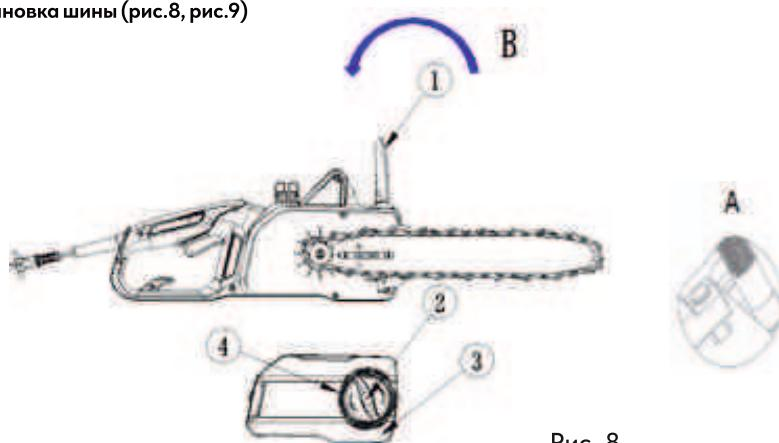
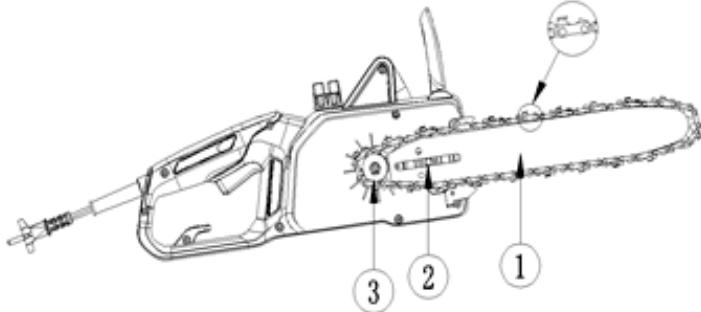

Рис. 8
Рис. 9
8.1 Установка шины (рис.8, рис.9)
1. Переведите щиток/рычаг тормоза (рис.8 поз.1) в положение как показано стрелкой, в сторону рукоятки, для выключения тормоза.
2. Открутите фиксатор (рис.8 поз.2) против направления часовой стрелки и снимите вместе с крышкой (рис.8 поз.3).
3. Установите шину (рис.9 поз.1) совместив паз вшине с болтом (рис.9 поз.2) переместите шину ближе к ведущей звездочке, чтобы легко установить цепь.
8.2 Установка цепи (рис.8, рис.9)
1. Наденьте пильную цепь на звездочку (рис.9 поз.3) и шину (рис.9 поз.1).
3. Установите крышку (рис.8 поз.3) и закрутите фиксатор (рис.8 поз.2).
2. Поворачивая натяжитель (рис.8 поз.4) попадите штифтом натяжителя в отверстие шины (рис.8/А).
3. Наденьте крышку (рис.8 поз.4) и закрутите фиксатор крышки (рис.8 поз.2) по часовой стрелке.
4. Поверните натяжитель (рис.8 поз.4) по часовой стрелке, до корректной натяжки цепи.
5. Закрутите фиксатор крышки (рис.8 поз.2) по часовой стрелке, для окончательной фиксации.